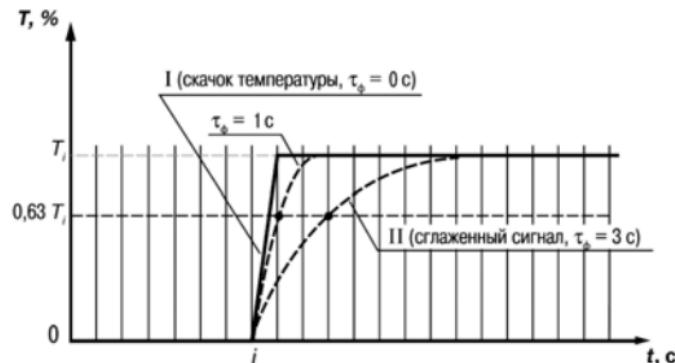

Рисунок 3.5
3.1.4.4.3 Цифровой фильтр устраняет шумовые составляющие сигнала, осуществляя его экспоненциальное сглаживание. Основной характеристикой экспоненциального фильтра является τ_ϕ – постоянная времени цифрового фильтра, параметр ζ_{nF} I (ζ_{nF} 2) – интервал, в течение которого сигнал достигает 0,63 от значения каждого измерения T_i (рисунок 3.5).